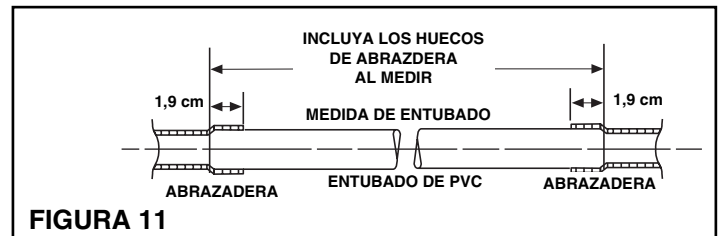

FIGURA 11
7. Véase la Figura 11. Mida el largo de tubería necesario para conectar el enchufe con la línea central. Proporcione aproximadamente 1,9 cm de tubería para insertar en los accesorios.